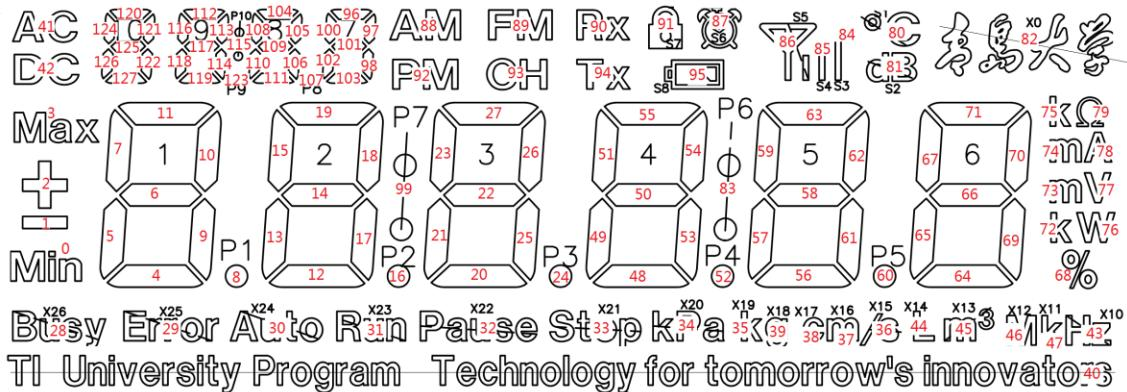

图 14.4 段式液晶的段号
- 4) 单片机的 CPU 实际并不直接控制 COMx 和 SEGx，只需“告诉“LCD 驱动器你打算显示的 0-127 段号码就行。如图 14.4 所示，前面提到的“Min”段号是 0，“-”段是 1，“TI...”的段号是 40。